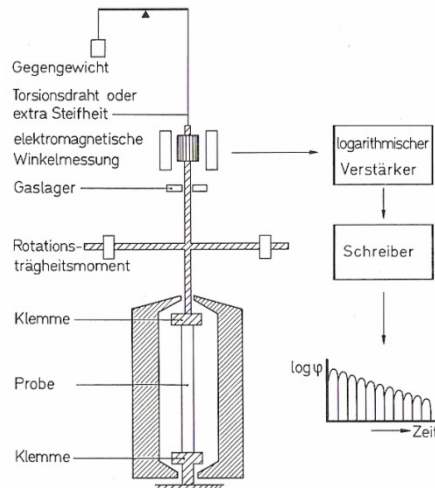

Abb. 1: Aufbau eines Torsionspendels zur Messung des komplexen G-Moduls
- 1) Eine einfache Methode zur Bestimmung des Speicher- und Verlustmoduls von Elastomeren bietet das Torsionspendel (Abb. 1). Hierbei wird eine zylindrische Probe mit dem Radius R und der Länge l aus einem Elastomer an einem Ende fest eingespannt und am anderen Ende mit einem Rotationsträgheitsmoment θ verbunden. Das Pendel wird zum Zeitpunkt $t=0$ aus dem Gleichgewicht ausgelenkt und losgelassen. Aus den gemessenen Werten für Schwingungsfrequenz und Dämpfung sind der Speicher- und Verlustmodul zu bestimmen.